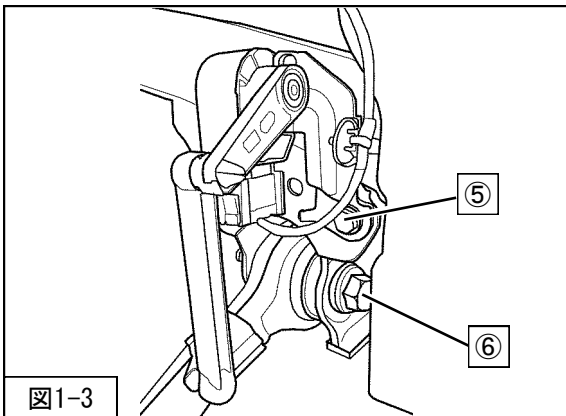

図1-3
4. ⑤ハイトコントロールセンサ取付ボルトを取外してください。(図1-3)
5. ブッシュ反力を無くす為、⑥フロントサスペンションASSYロアアーム取付ボルト・ナットを緩めてください。(図1-3)